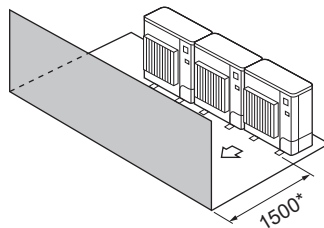

Fig. 2-15
(3) Hindringer kun foran (Fig. 2-15)